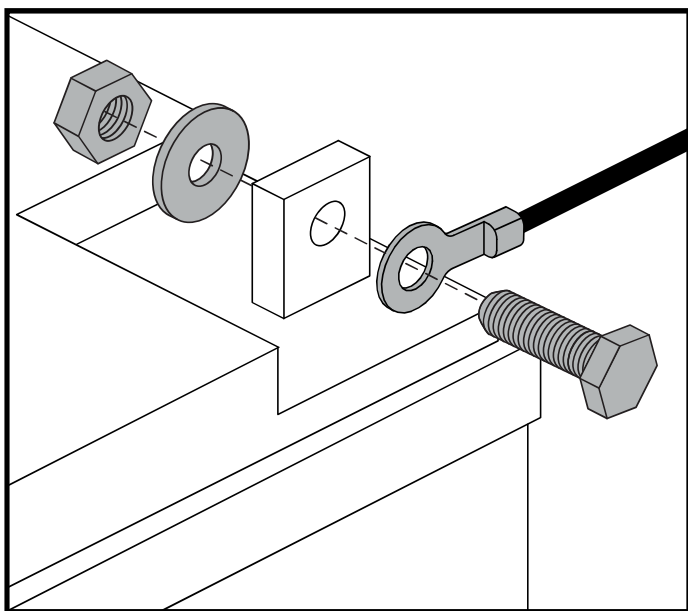

Abb. 15. Befestigungselemente für den Batterieanschluss - Konfiguration 1
4. Trennen Sie die Batterienkabel von den Batterieanschlüssen, indem Sie die Anschlusskappen zurückschieben und die Mutter abschrauben. **Siehe Abb. 15 und 16.**